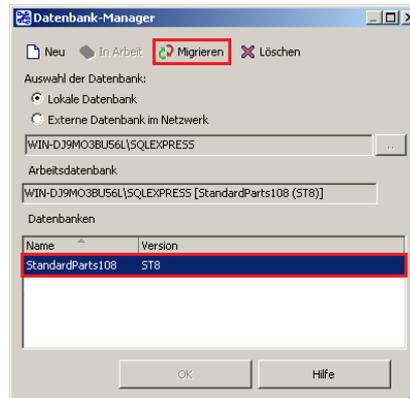

Abbildung 31
- 8.2. Wählen Sie Ihre bisherige Arbeitsdatenbank (hier die der ST8) aus und klicken Sie auf den Button „Datenbank migrieren“ (Abb. 31) und bestätigen Sie die Nachfrage mit einem Klick auf „Ja“.